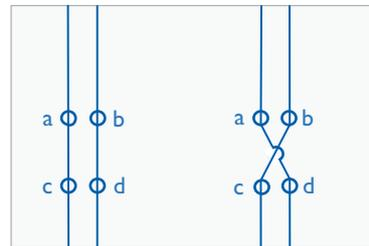

Figure 3. Interrupteur croisé
- Quatre bornes: 'a', 'b', 'c' et 'd' – voir figure 3.
- Parallèle: La borne 'a' est connectée avec la borne 'c'; et la borne 'b' est connectée avec la borne 'd' – voir figure 3,
- croisée: La borne 'a' est connectée avec la borne 'd'; et la borne 'b' est connectée avec la borne 'c' – voir figure 3.